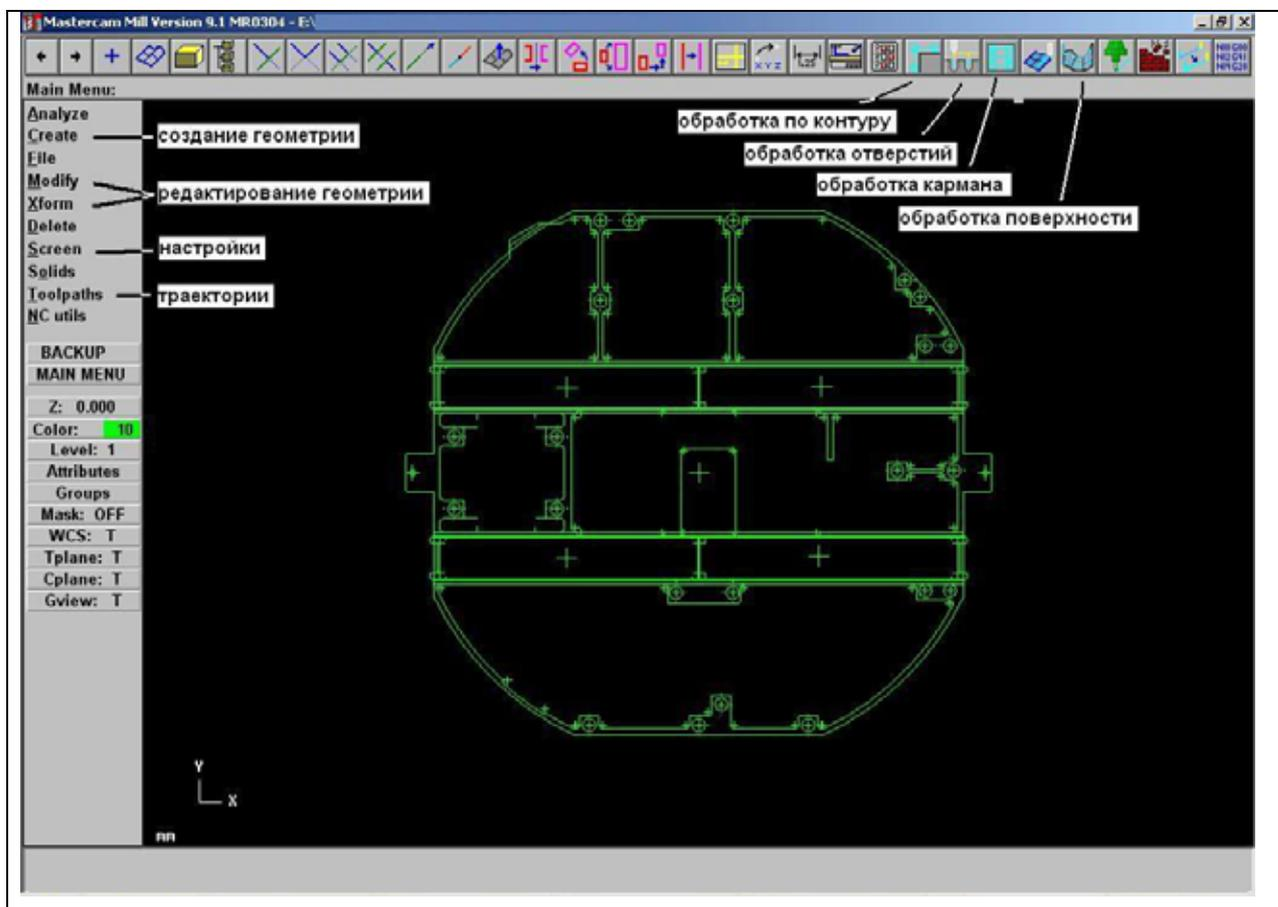

Рис.3.23
- Создание геометрии обрабатываемой детали либо средствами самого МС, либо в любой системе САД. Во втором случае необходимо транслировать контуры или 3D модель в МС (рис.3.23).
- Выбор типа операции, в соответствии с написанной технологией. Для 2,5 осевой обработки в МС существует 3 вида операций: Фрезерование по контуру, фрезерование кармана и обработка отверстий концевым инструментом (рис.3.23).